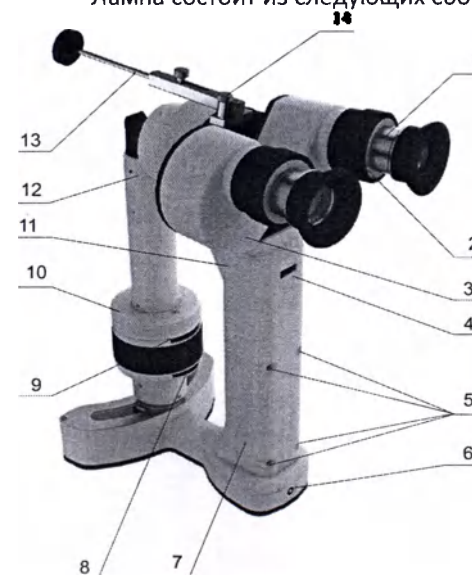
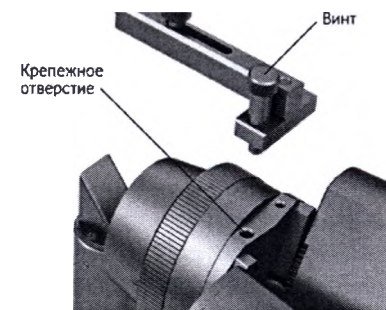
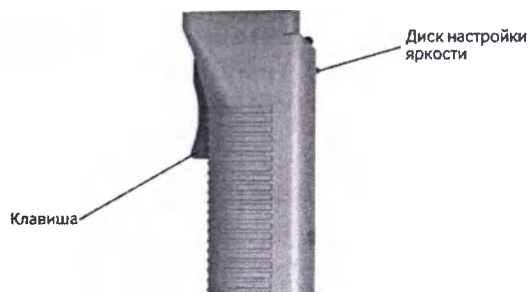

Рисунок 1
Рисунок 3
Рисунок 5
Диск регулирования яркости 4 источника света находится на рукоятке 7 лампы (см. рис.1). Смену светофильтров производят установкой диска 8 в фиксированные положения. Цвета светофильтров: красный, зеленый и синий.
- блок питания 12 В, 0,5А, 6 Вт к зарядному устройству лампы служит для зарядки 4-х аккумуляторов, подключается через разъем 6 (см. рисунок 1).
2.2.3 Установите кронштейн для контроля резкости щели (см. рисунок 3) и откорректируйте рефракцию окуляров микроскопа под свои глаза, вращением оправ 2 окуляров с диоптрийной шкалой.
2.2.5 Удерживая клавишу питания на ручке лампы, отрегулируйте, вращая диск настройки яркости изображения щели (см. рисунок 5).
2.2.6 При вводе в эксплуатацию смените кронштейн для контроля резкости щели и установите кронштейн для лицевого упора (см. рисунок 3).
Отпустите винт 14 на налобном упоре 13. Упритесь налобным упором в лоб пациента, включите клавишу 11 питания лампы (см. рисунок 1 или рисунок 5) и отрегулируйте яркость на глазу пациента с помощью диска 4 (см. рисунок 3).
В верхней части рукоятки лампы (см. рисунок 1) над диском настройки яркости загорается зеленый светодиод. Если светодиод горит красным цветом, то необходимо зарядить лампу.